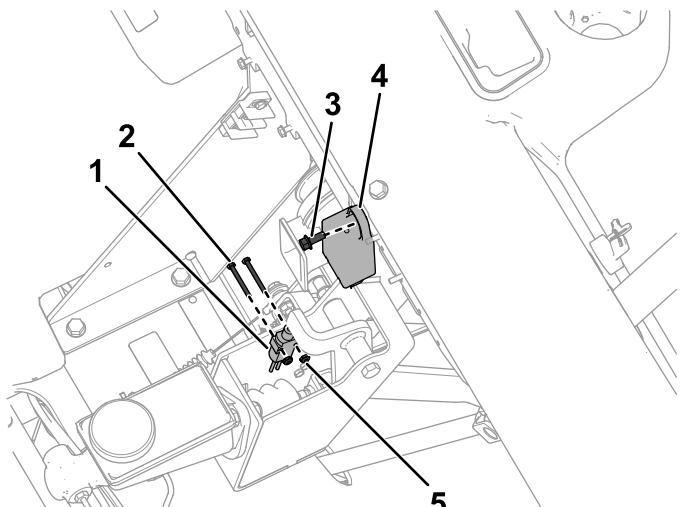

Figura 9
1. Instale el módulo de intermitencia en el refuerzo del salpicadero con un tornillo de cabeza hexagonal (n.º 10 x 3/4"), tal y como se muestra en la Figura 9.
2. Instale el interruptor del freno en el conjunto del pedal con 2 tornillos de cabeza hexagonal (n.º 6) y 2 contratuerca (n.º 6), según se muestra en la Figura 9.